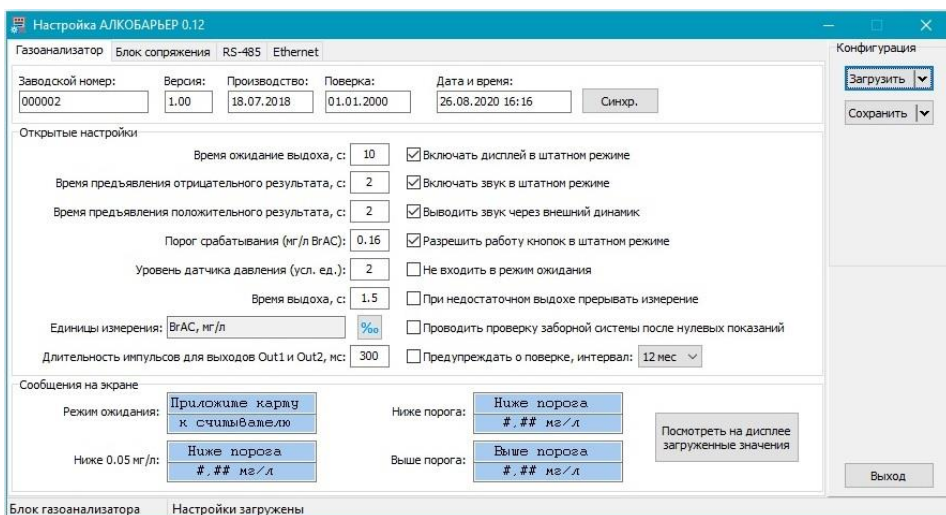

Рисунок 6 – Загрузка текущих настроек газоанализатора
4.1 Для загрузки настроек из памяти газоанализатора в программу откройте в рабочем окне программы вкладку «Газоанализатор», нажмите кнопку «*Загрузить*» в правой части рабочего окна программы и выберите источник загрузки: «*Блок*». Газоанализатор автоматически перейдет в сервисный режим, текущие параметры (настройки) газоанализатора отобразятся в соответствующих полях (рисунок 6).